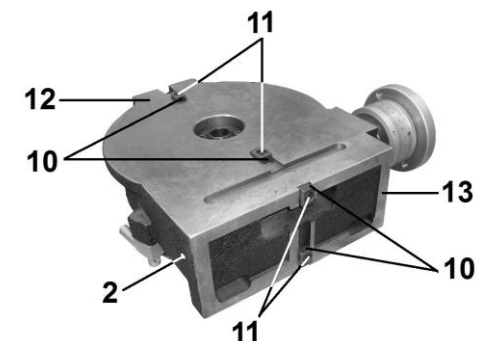

Рис. 3
4.2. Установите из комплекта поставки в соответствующие резьбовые отверстия в пазах на поверхности (12) и в пазах поверхности (13) на обратной стороне корпуса (2) (Рис. 3) установочные шпонки (Е, 10). Положение зафиксируйте винтами (Д, 11).